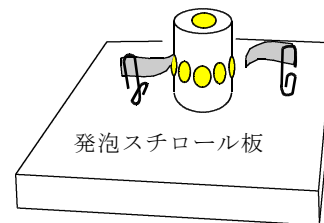

図3 静電気モーター
- 6 方法4の端子を発泡スチロール板にセロハンテープで貼り付ける。このとき、端子のアルミニウムはくの先端を回転子の側面に刺した画びょうから約3 mm離す (図3)。